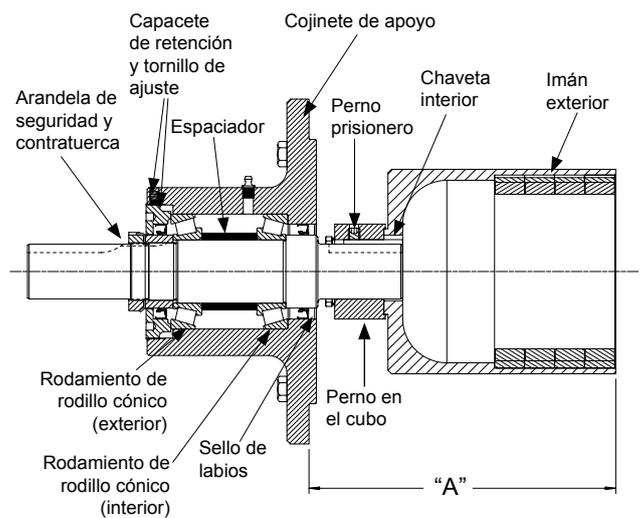

FIGURA 14
El cojinete de apoyo del acoplamiento MD2-C cuenta con dos rodamientos de rodillo cónico fijados con un capicete roscado. La unidad se engrasa externamente usando las conexiones para grasa. Si se requiere otro desmontaje, consulte la figura 8 en la página 6 y la figura 14, y luego proceda de la siguiente manera:
4. Un sello de labios se presiona en el capicete y el otro se presiona en la carcasa de rodamientos. No retire los sellos de labios a menos que se deban reemplazar. Si los retira, fíjese muy bien en su orientación, como se muestra en la figura 14, cuando instale los sellos de labios nuevos.
Dependiendo de la condición de los rodamientos, reemplace o llene los cojinetes existentes limpiando y llenando con grasa multipropósito NLGI N° 2. Reemplace los sellos de labios si fuese necesario. **Consulte la figura 14** para conocer la orientación del sello de labios.